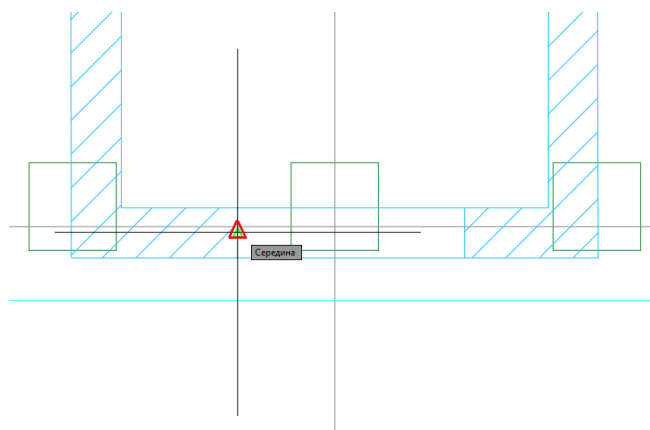

Рис.14.6. Начальная точка полилинии для создания стены
- привяжитесь к середине левой грани проема (рис.14.6) и начните отсюда построение полилинии;